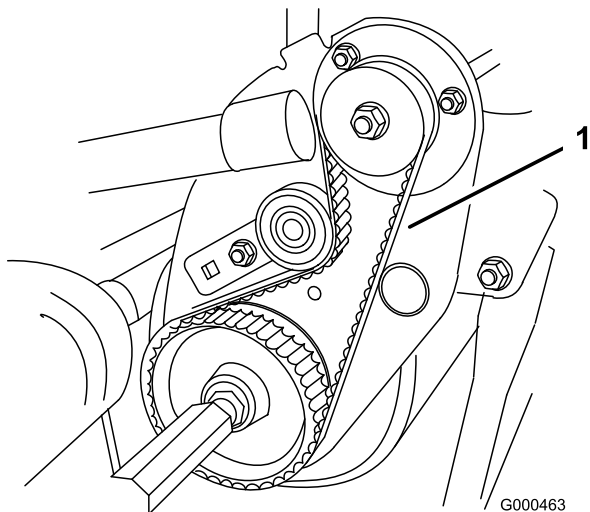

Bild 39
2. Prüfen Sie die Spannung des Riemen (Bild 39). Wenden Sie eine Kraft von $1,8 \pm 0,5$ kg in der Mitte der Scheiben an. Der Riemen muss sich 4,8 bis 7,9 mm durchbiegen lassen. Machen Sie bei einem falschen Durchbiegungswert mit dem nächsten Schritt weiter.